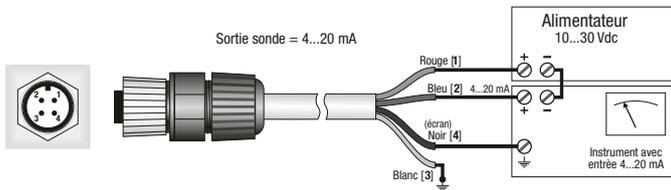

Fig. 8
- LP PYRHE 16 AV doit être connecté à une alimentation et à un multimètre, comme indiqué ci-dessous (figure 8), la résistance de charge pour la lecture du signal doit $R \leq \Omega 100 K\Omega$: